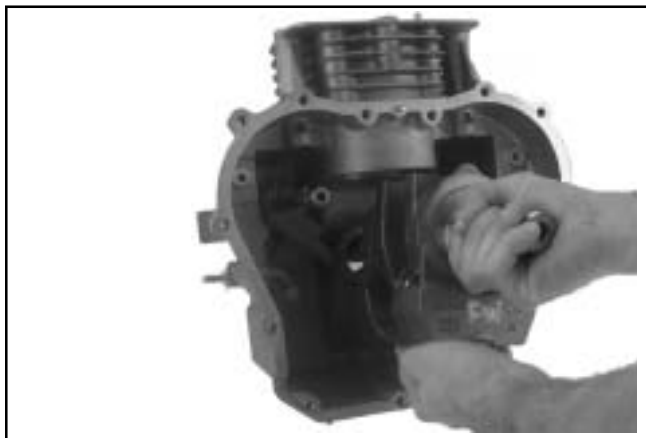

Figura 10-14. Instalación del conjunto del cigüeñal.
3. Instale cuidadosamente el cigüeñal en el cárter, a través del sello de TDF, asentándolo bien en su posición. Gire el cigüeñal para que el muñón de la biela se separe del cilindro. Ver Figura 10-14.